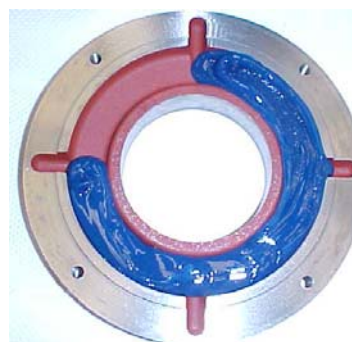

Figura 7.3: Anel de fixação externo do mancal
- Preencher $\frac{3}{4}$ do depósito dos anéis de fixação interno e externo com a graxa recomendada (Figura 7.3) e lubrificar o rolamento com quantidade suficiente de graxa antes de montá-lo;
Quando o mancal for aberto, injetar a graxa nova através da graxeira para expelir a graxa velha que se encontra no tubo de entrada da graxa e aplicar a graxa nova no rolamento, no anel interno e anel externo, preenchendo 3/4 dos espaços vazios, conforme mostrado na Figura 7.3. No caso de mancais duplos (esfera + rolo), preencher também 3/4 dos espaços vazios entre os anéis intermediários; Nunca limpar o rolamento com panos a base de algodão, pois podem soltar fiapos, servindo de partícula sólida.